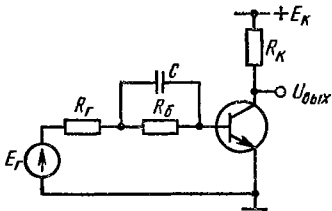

Рис. 8.3
8.5. Рассчитать параметры ключа с ускоряющим конденсатором (рис. 8.3), выполненного на транзисторе типа КТ312, и определить его быстродействие при подаче на вход прямоугольного импульса напряжения. Нижний уровень входного сигнала $E_{r2} = -1$ В, верхний уровень $E_{r1} = +2$ В, сопротивление генератора $R_r = 1$ кОм. Степень насыщения транзистора S не должна превышать значения 4. Принять $\beta_{\min} = 80$.
8.14. Резистор $R_6 = 2$ кОм в базовой цепи транзистора (см. рис. 8.3) зашунтировали конденсатором C . Во сколько раз изменится при этом амплитуда базового тока при действии на входе схемы однополярного положительного прямоугольного импульса $E_{г1} = 2$ В? Сопротивление генератора $R_r = 1$ кОм, падение напряжения $U_6 = 0,8$ В. Входная емкость транзистора мала по сравнению с емкостью конденсатора C .